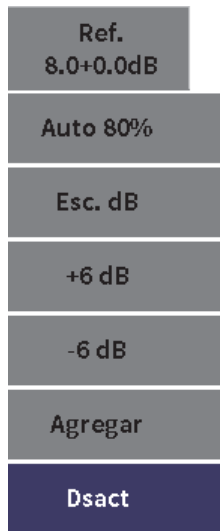

Figura 6-2 Botones de ganancia de escaneo
6. Pulse la tecla ENTRAR para visualizar los botones de ganancia de escaneo (vea la Figura 6-2 en la página 84).